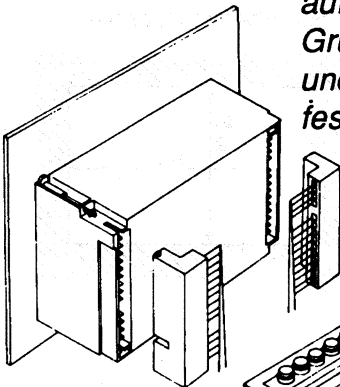

Bild 1
1.0. Schalttafelmontage (Bild 1)